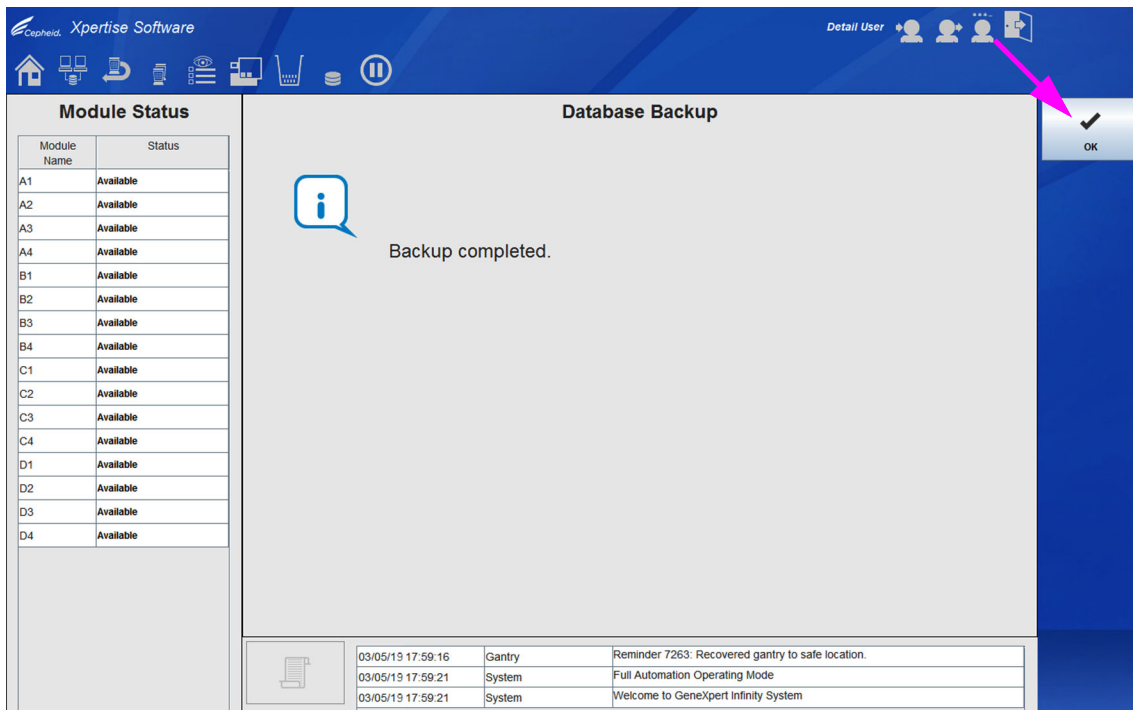

Figura 5-149. Área de trabalho Database Backup (Cópia de segurança da base de dados) – Backup Completed (Cópia de segurança concluída)
- Quando o processo de cópia de segurança terminar, é apresentada uma mensagem de conclusão do processo. Ver Figura 5-149. Selecione o botão **OK**.